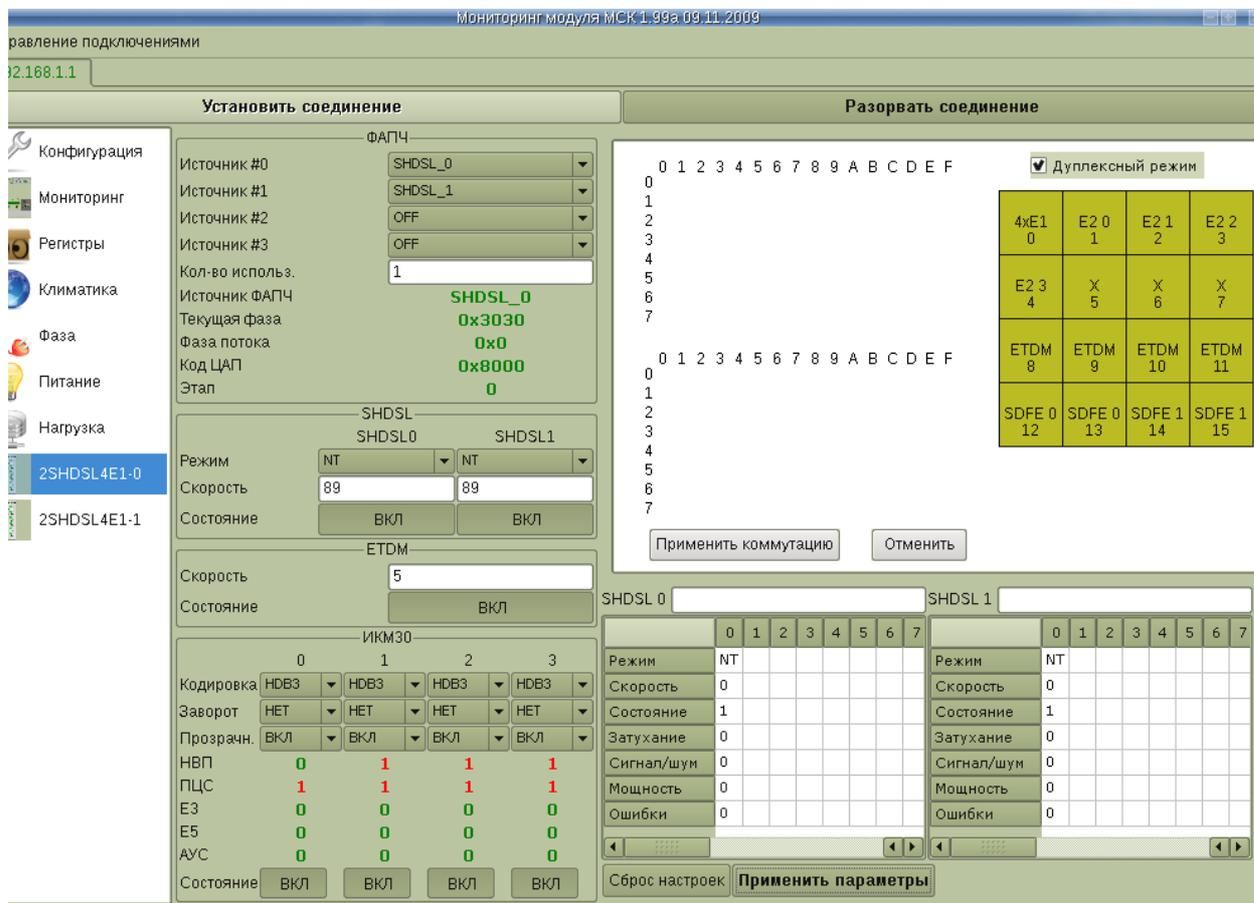

Рисунок 36: Окно 2SHDSL–4E1-Eth
В разделе «2SHDSL–4E1-Eth» (Рис.36) представлен вид окна для мониторинга и управления платой системы передач 2SHDSL–4E1-Eth. Рассмотрим подробно доступные для настройки параметры.
- элементов коммутации (тайм-слоты E1, E2, ETDM, SHDSL). На (Рис.36) салатового цвета.